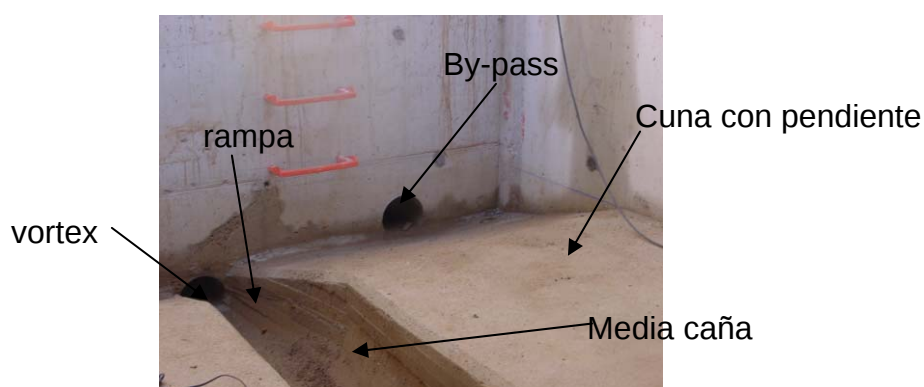

Figura 7: Media caña con rampa antes de la entrada al pasamuros y cunas con pendiente hacia la media caña.
- Se realizará una media caña con pendiente en la cámara central para reconducir el agua, así como unas cunas con inclinación que dirijan el fluido hacia la media caña. También se realizará en la media caña, justamente antes de la entrada al pasamuros conectado al Vortex, una rampa que facilite la entrada del agua por dicho pasamuros. Dicha rampa tendrá una elevada pendiente (aproximadamente 40%). El by-pass además tendrá una cota más alta que el vortex. Véase la Figura 7.